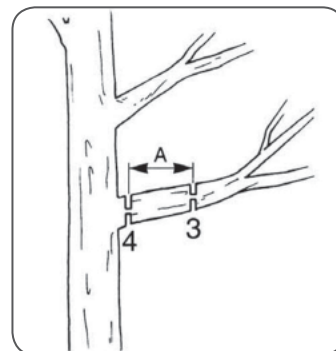

Рис.11
5. При спиливании веток диаметром более 10 см (Рис.11), рекомендуется сначала отпилить основную часть ветки (пропил 3). Затем отпилить оставшуюся часть ветки (пропил 4). Расстояние (А) примерно равно 25 см.